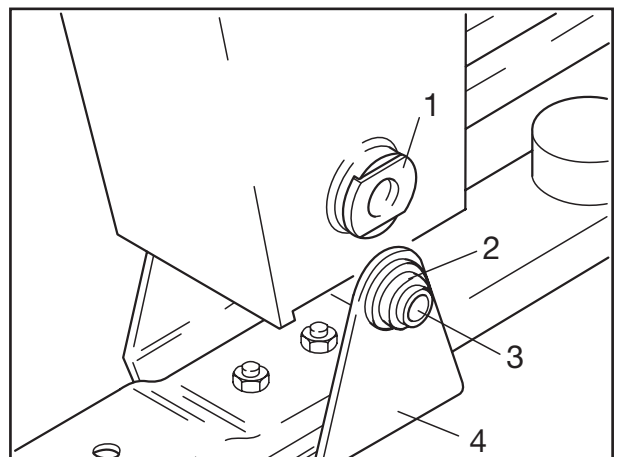

Fig. 3
- [4] Hebearm (Fig. 3/4) so weit hochheben, bis die Bohrungen für den Federbolzen fluchten. Scheibe (Fig. 3/1) in die geschlitzten Buchsen der Stütze einschieben. Kunststoffbuchsen (Fig. 3/2) und Distanzbuchsen (Fig. 3/3) auf beiden Seiten in den Hebearm einsetzen.
-  Bei Ausführung mit Vierkant-Verdrehesicherung entfällt beidseitig die Scheibe (Fig. 3/1).
- [4] Raise lift arm (Fig. 3/4) far enough for the holes for the spring pivot bolt to be aligned.
Insert washer (Fig. 3/1) into the slotted bushes of the hanger bracket.
Insert plastic bushes (Fig. 3/2) and spacer bushes (Fig. 3/3) into the lift arm on both sides.
-  The washer (Fig. 3/1) is not used on either side in the version with a square anti-rotation lock.
- [4] Remonter le palonnier (fig. 3/4) jusqu'à ce que les trous de passage du boulon de ressort coïncident.
Introduire la rondelle plate (fig. 3/1) dans les douilles fendues de la main.
Installer les douilles en plastique (fig. 3/2) et les douilles d'écartement (fig. 3/3) des deux côtés du palonnier.
-  Pour la version avec sécurité de rotation carrée de l'axe de ressort la rondelle est supprimée des deux côtés. (Fig. 3/1).